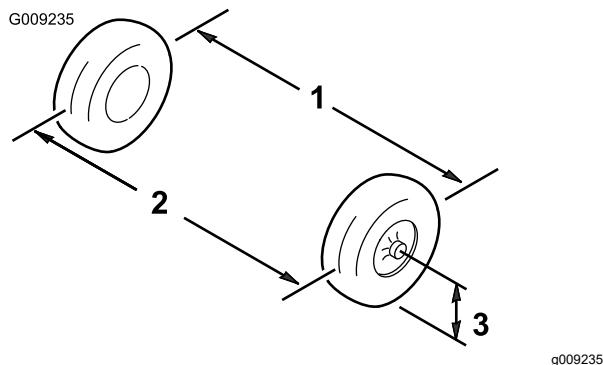

Figura 59
1. Mida la distancia entre los neumáticos delanteros a la altura del eje, en la parte delantera y trasera de las ruedas (Figura 59).